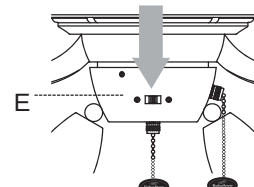

Fig. 3
3. Use el interruptor de reversa, en el conector para el juego de luz (E), para optimizar el uso del ventilador durante las estaciones del año. [Fig. 3]